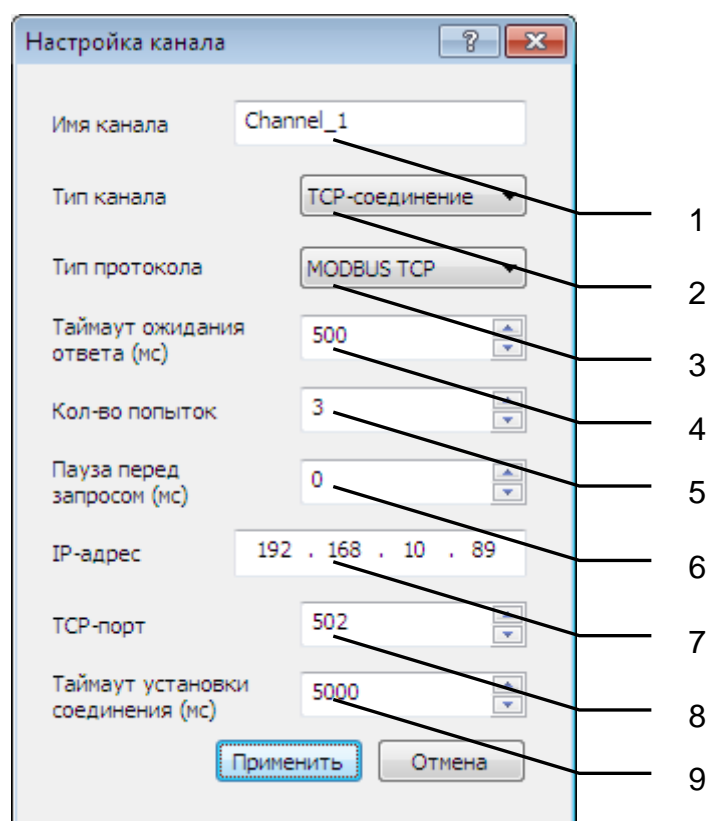

Рисунок 6.8 – Диалоговое окно настройки канала связи (тип канала: TCP-соединение)
- 2) TCP-соединение (рисунок 6.8).